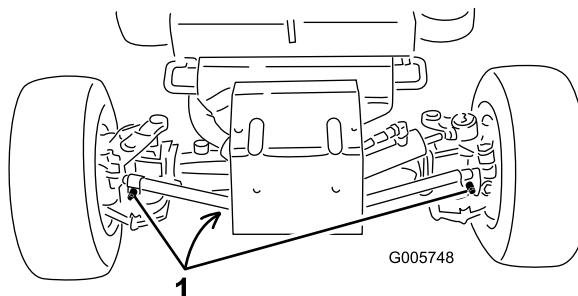

Bild 54
2. Reinigen Sie den Bereich um die Ablassschrauben (Bild 54).